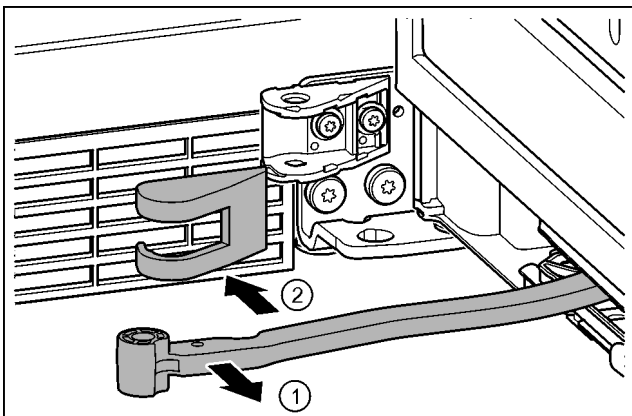

Fig. 20
- ▶ Scharnier in de richting van de deur draaien. Fig. 20 (1)
- ▶ Afdekking van de lagerbus verwijderen. Fig. 20 (2)